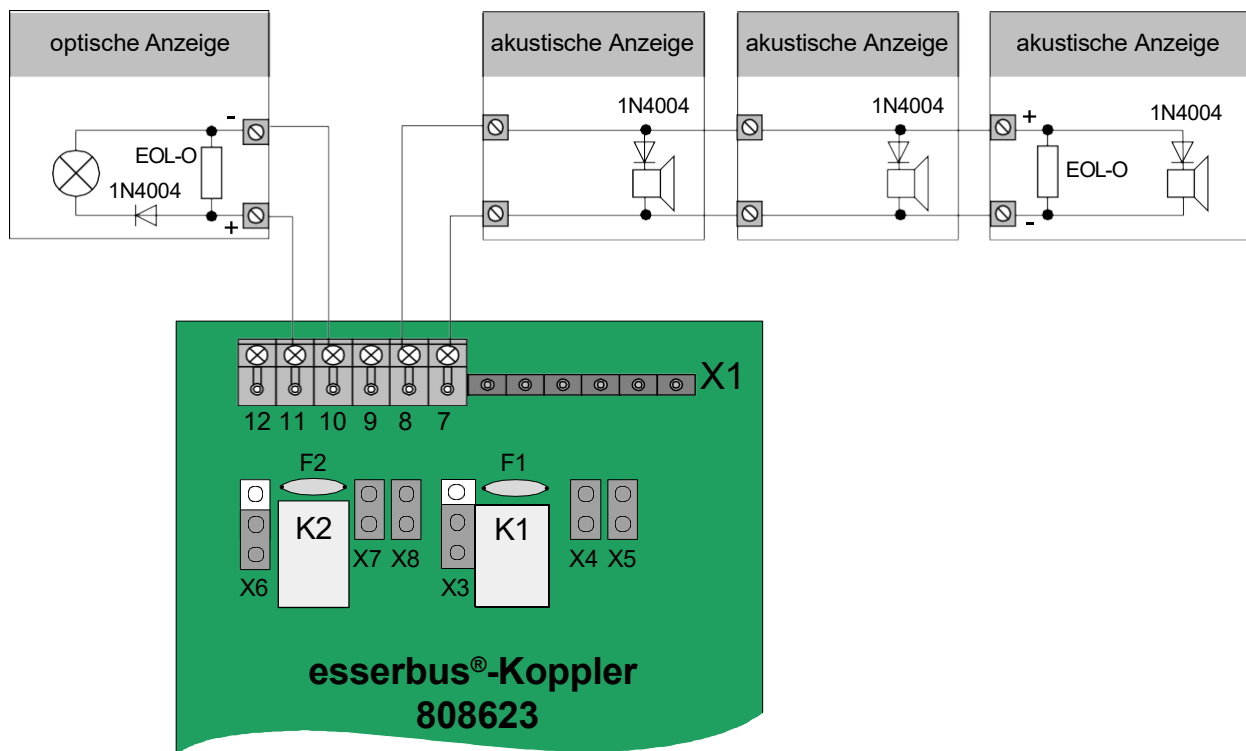

Abb. 20: Anschaltbeispiel – optische und akustische Signalgeber
5. Die Adapterplatine in der richtigen Position in die Abstandhalter am Netzteil einsetzen. Kabel ③ an die Adapterplatine anschließen.
6. Anschaltbeispiel für einen Relais-Betriebsmodus siehe Abb. 20.